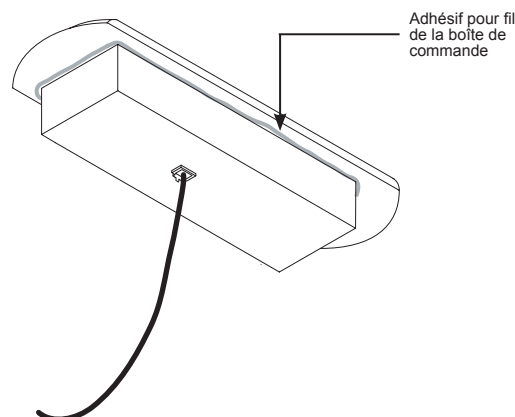

Figure 6 - application de l'adhésif
**2** Appliquez une petite quantité d'adhésif autour de la base du panneau de commande (figure 6).